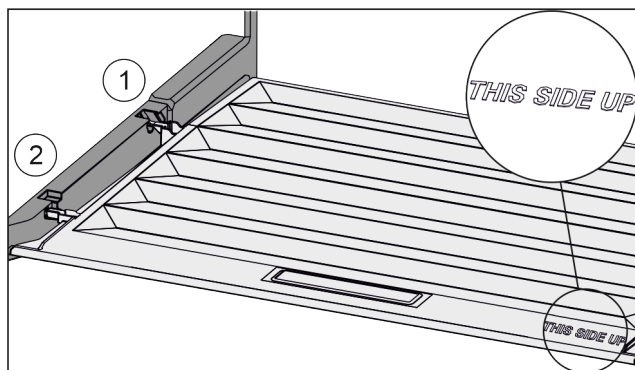

Fig. 90
- ▶ Ramiona pokrywy wprowadzić ponad otworem tylnego uchwyty Fig. 90 (1) i zazębić z przodu w uchwycie Fig. 90 (2).